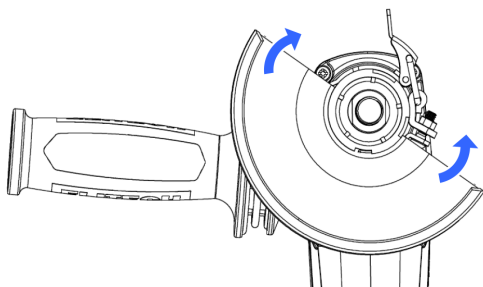

Рис. 14
2. Отрегулируйте положение защитного кожуха (рис. 14).